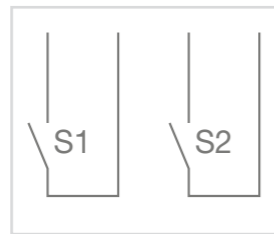

Figura 3: schema di collegamento
- Montare la parte inferiore della scatola (8) in posizione corretta.
- Collegare il cavo di collegamento (figura 3).
- Inserire il modulo pulsante doppio (7) nella parte inferiore della scatola (8) fino all'innesto dei morsetti di fissaggio.
- Montare l'alzata della guarnizione (5) e la parte superiore della scatola (6) sulla parte inferiore della scatola (8). A tale scopo, utilizzando un cacciavite, fissare gli attacchi rapidi a baionetta ruotandoli verso destra di 1/4 di giro nella parte inferiore della scatola.
- Fissare il commutatore (4) sul modulo pulsante doppio (7).
- Estrarre il cavo di collegamento dalla scatola di derivazione (10) e collegarlo (figura 3).
- Inserire il modulo pulsante doppio (7) dalla parte superiore sulla cornice da incasso (9) fino all'innesto dei morsetti di fissaggio.
- Fissare la cornice da incasso (9) nella posizione corretta sulla scatola da incasso (10) tramite le viti apposite.
- Montare l'alzata della guarnizione (5) sulla cornice da incasso. A tale scopo, utilizzando un cacciavite, fissare gli attacchi rapidi a baionetta ruotandoli verso destra di 1/4 di giro nella cornice da incasso.
- Fissare il commutatore (4) sul modulo pulsante doppio.